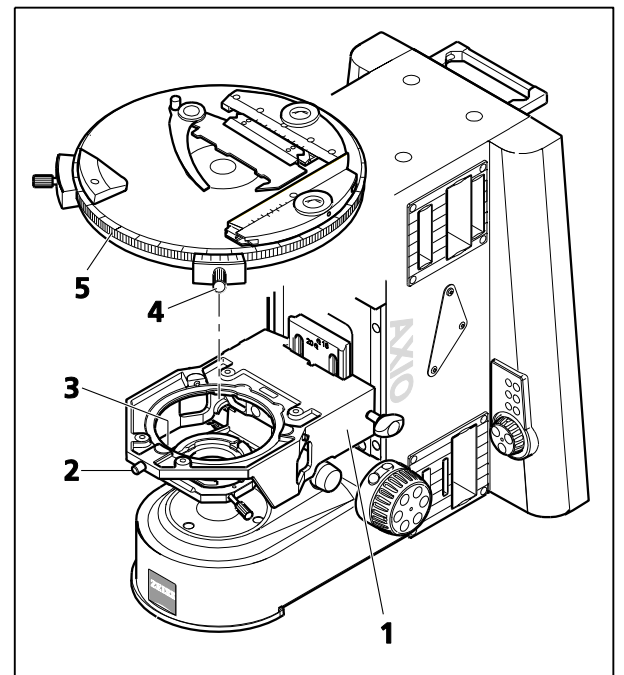

Fig. 67 Fixation de la platine rotative Pol
- Desserrer le bouchon à vis (Fig. 67/2) du logement du ressort (environ trois tours).
- Appuyer la platine rotative Pol (Fig. 67/5) vers l'avant contre la goupille à ressort (Fig. 67/3), la soulever du support de platine (Fig. 67/1) par l'arrière et la déposer vers le haut.
- Resserrer le bouchon à vis (Fig. 67/2).
- Si nécessaire, desserrer le bouchon fileté (Fig. 67/2) du logement du ressort en faisant environ trois tours.
- Placer la platine rotative Pol (Fig. 67/5) avec la rainure de la queue d'aronde (platine inférieure) sur la goupille à ressort (Fig. 67/3).
- Fixer la platine rotative avec la vis de serrage (Fig. 67/4) orientée vers l'avant.
- Appuyer la platine rotative Pol vers l'avant contre la goupille à ressort et l'abaisser contre l'arrière dans le support de platine (Fig. 67/1), puis la relâcher.
- Resserer le bouchon à vis (Fig. 67/2).